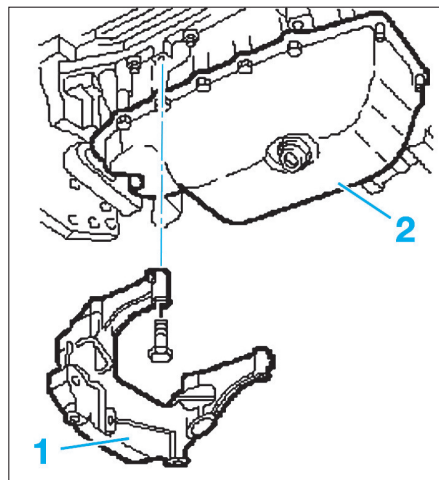

FIG. 2
- le renfort de boîte de vitesses (1) (Fig.2),